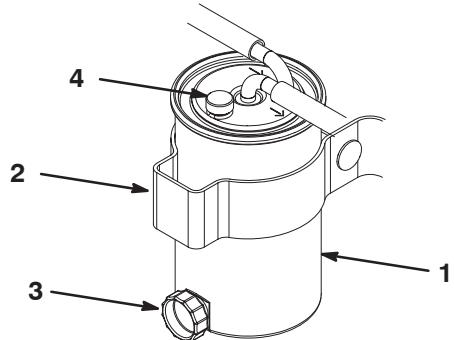

Bild 48
4. Öffnen Sie die Ablassschraube und das Entlüftungsventil (Bild 48).
1. Reinigen Sie den Anbaubereich der Filterglocke (Bild 48).
3. Schließen Sie den Kraftstoffhahn unter dem Kraftstofftank (47).